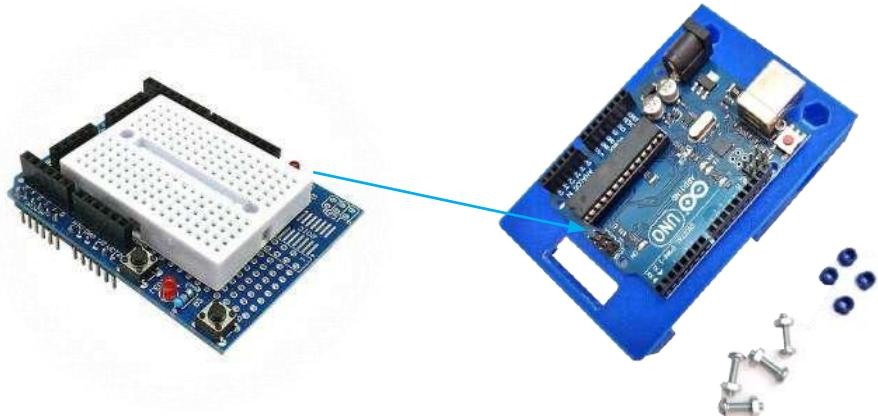

Figura 4. Paso 1: Montaje de placa Arduino UNO al cuerpo principal del chasis (vista superior), junto al Shield para prototipos.
Paso 1: Monte la placa Arduino sobre el cuerpo principal del robot. Se sugiere usar unos pequeños espaciadores para que la placa quede unos 5mm separada del cuerpo principal. Fíjela usando los pernos necesarios. Una vez que quede fija la placa Arduino, no olvide montar el Shield para prototipos sobre la placa. En la figura 4 se muestran los componentes utilizados en este paso.